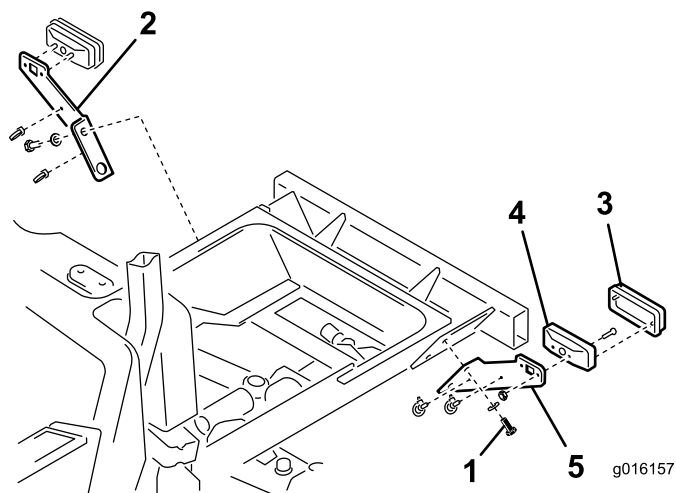

Figura 11
3. Montate il fanale posteriore sul relativo supporto con i bulloni e i dadi forniti con il fanale (Figura 11).